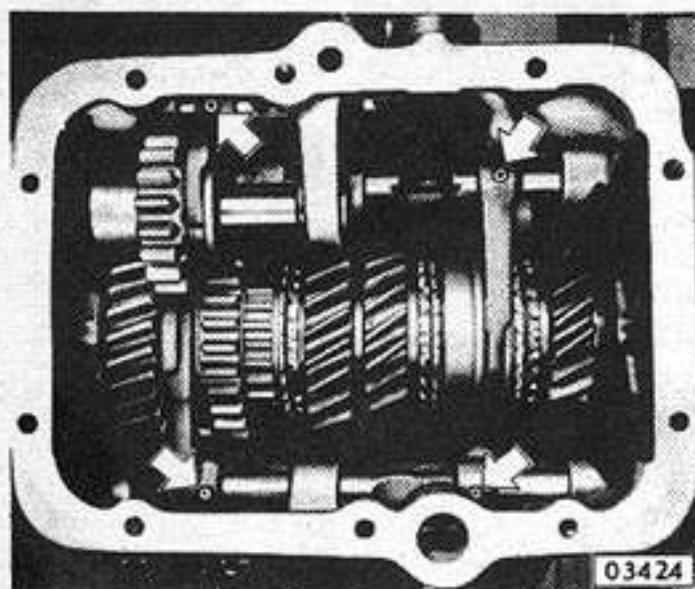

Fig. 8 - Conexión del engranaje de 1ra.
3. Conectar el engranaje de 1ra. Sacar los pernos espirales de la leva selectora y todas las horquillas selectoras (Fig. 8).